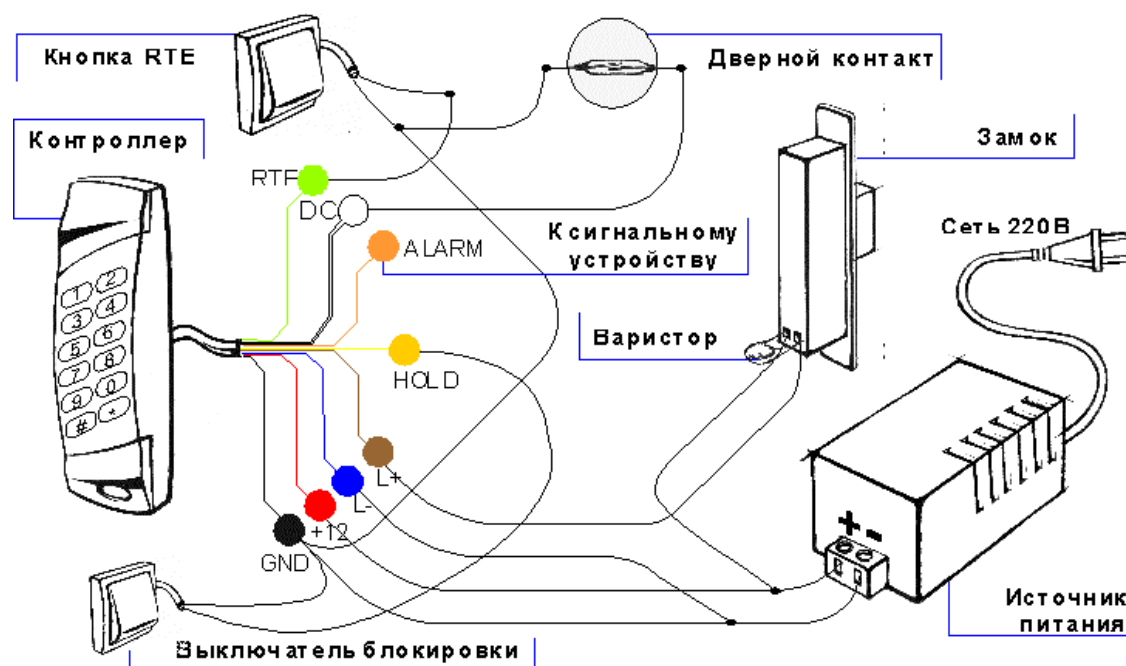

Рисунок 2. Подключение контроллера в заводской конфигурации.
- Электрозамок или электрозащелка, отпираемый напряжением. Подключается в соответствии со схемой (рисунок 2).
- Сигнальное устройство. Подключается в соответствии со схемой (рисунок 2).
Для использования дополнительного охранного датчика, его необходимо подключить в соответствии со схемой, показанной на рисунке 3. Если необходимо, на датчик следует подать питание от того же источника, от которого питается контроллер. Если питание датчика осуществляется от отдельного источника, то необходимо объединить земли (общий провод) обоих источников питания. Остальные элементы системы подключаются в соответствии с приведенными выше указаниями (рисунок 2).